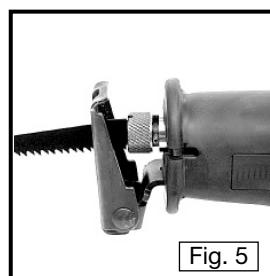

Fig. 5
4. Meta la segueta en el seguro hasta el fondo. Deje que el collar de seguridad gire en el sentido de las manecillas del reloj para asegurar la segueta. (vea la Fig. 5).